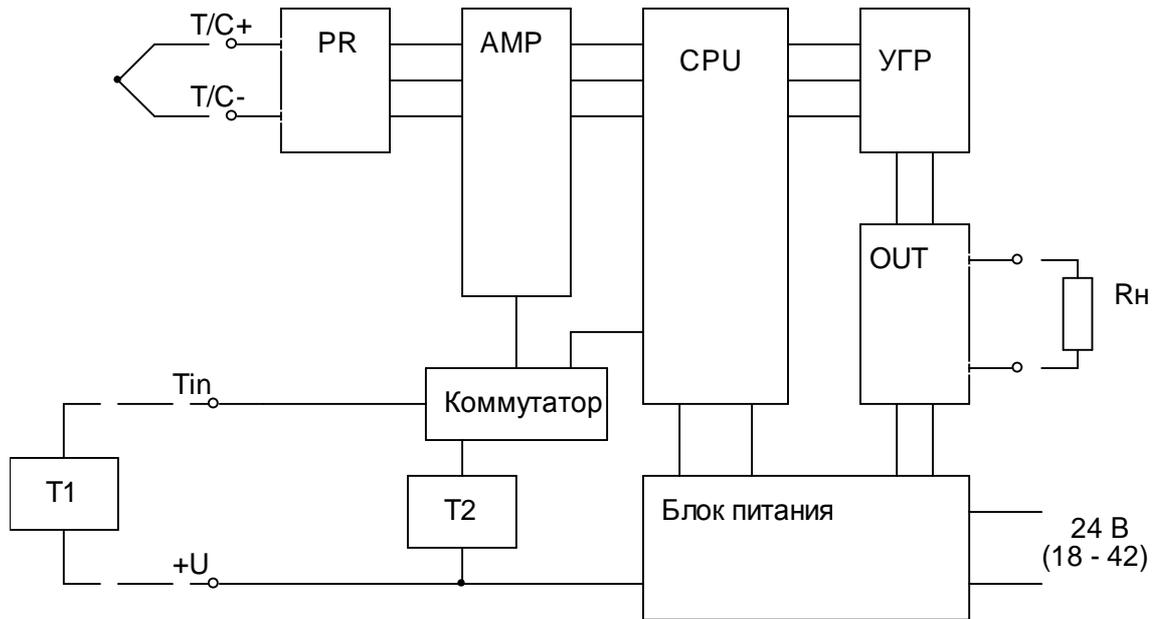

Рисунок 1
- измерение сигналов от ТП и датчиков температуры Т1 или Т2 (рисунок 1), вычисление температуры свободных концов ТП;